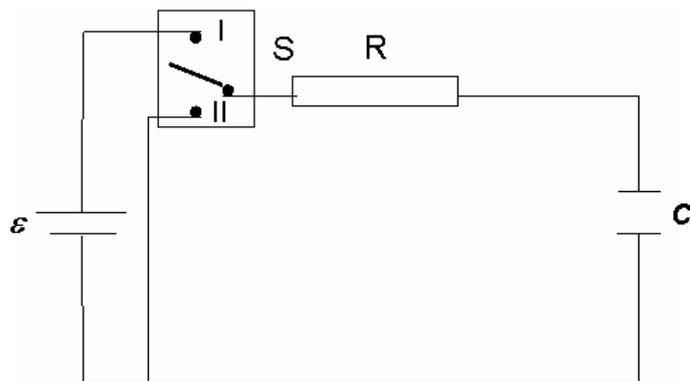

Figura 3 - Circuito RC para carga e descarga de um capacitor.
Na prática 6 foi montado um circuito RC (Figura 3) onde foi estudado o processo de carga e descarga de um capacitor.
- 1.3 Monte o circuito da figura 3 substituindo o capacitor por dois capacitores em paralelo, com a chave S inicialmente em II.
1.9 Monte o circuito da figura 3 substituindo o capacitor por dois capacitores em série, com a chave S inicialmente em **II**.